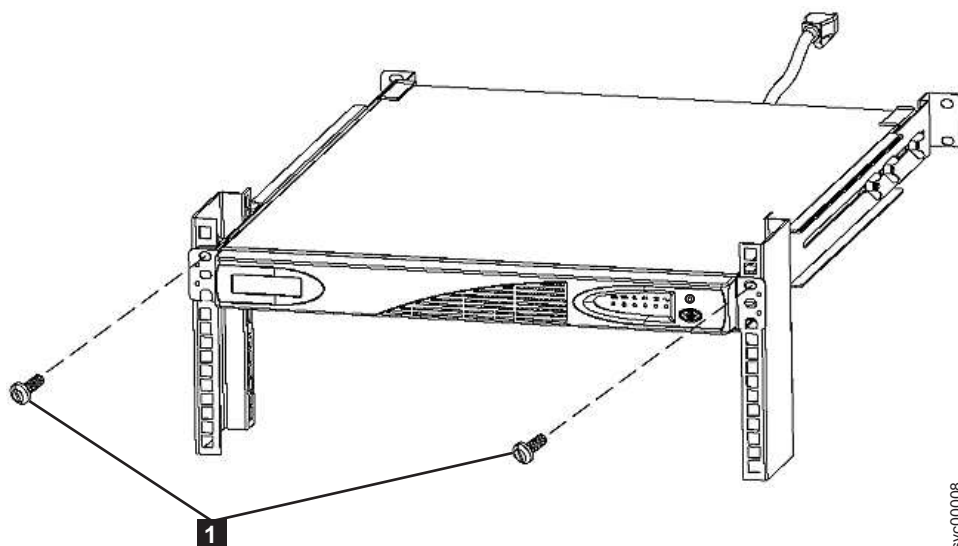

図 350. 2145 UPS-1U からの前部ねじの取り外し
1. 2145 UPS-1U (456 ページの図 350 の **1**) の各側面から M6 × 10 ねじ 2 個を緩めて取り外します。